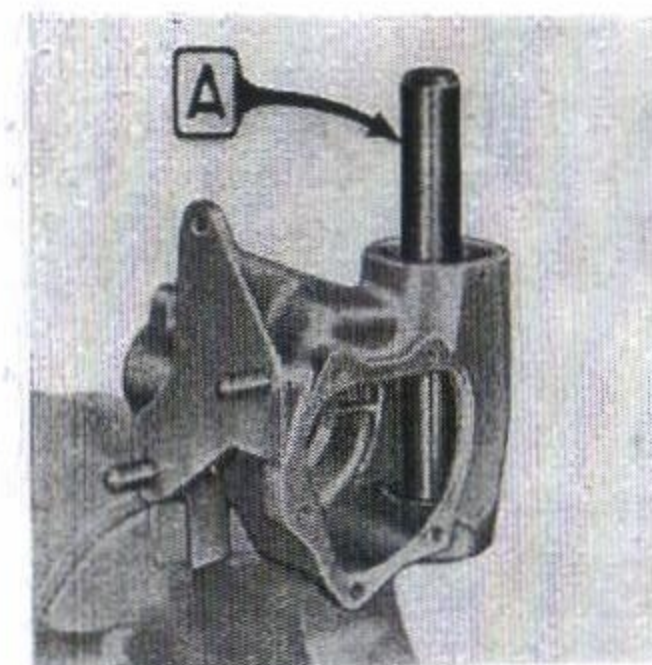

Fig. 98.
- A. 10110 (fig. 98). Dispositif pour le démontage de la garniture d'huile du carter.